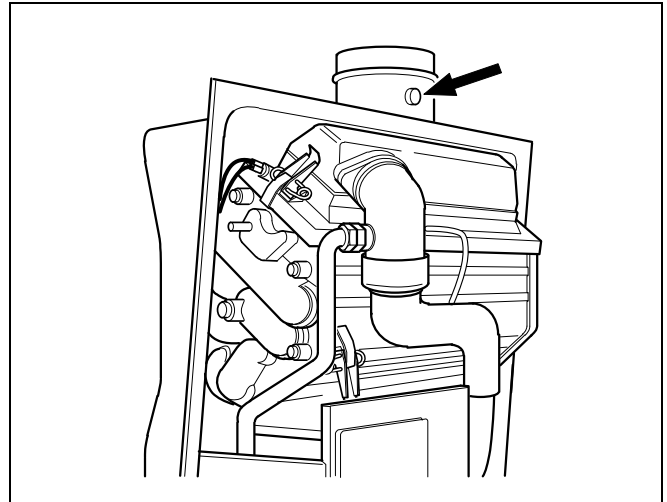

Abb. 30 Messstelle für Abgas
- CO2-Anteil an der Messstelle für Abgas (Abb. 30) messen und notieren.
Messstelle siehe Abb. 30.